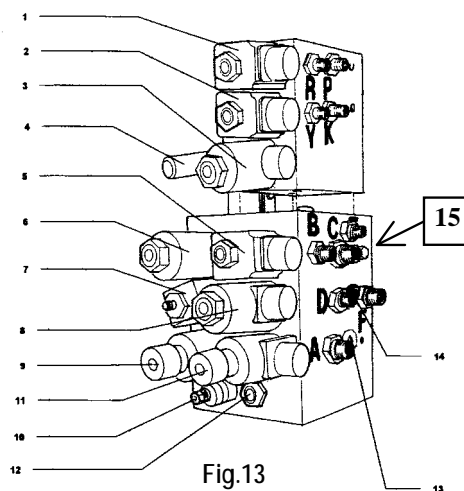

Fig.13
Draai de zeskantbout (ref.15 fig.13) tegen de klok in open.